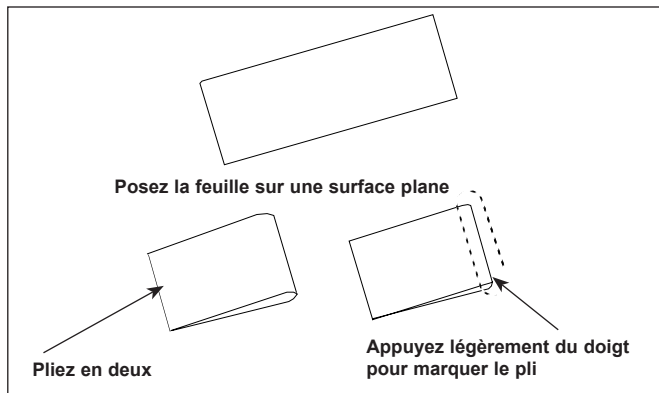

Figure 3. Pliage de la feuille de papier anti-adhésif
4. Retirez la feuille anti-adhésive du sachet en plastique et posez-la sur une surface propre et plane. Pliez la feuille en deux (Figure 3).
5. Marquez le pli avec le doigt (Figure 3).